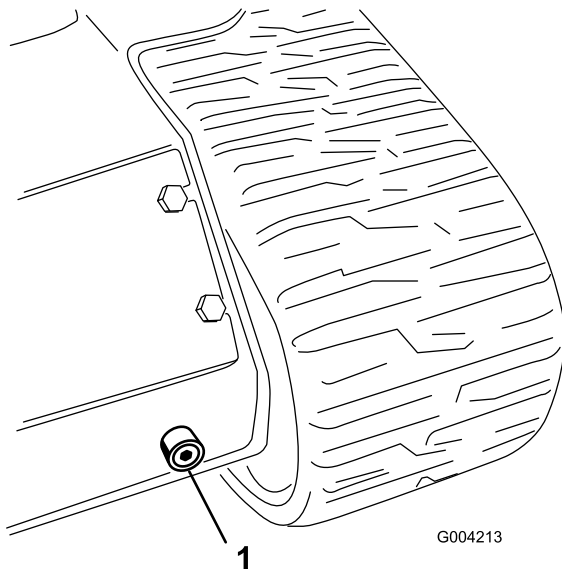

**Figura 62**
5. Retire el tapón y la varilla del depósito hidráulico (Figura 62).